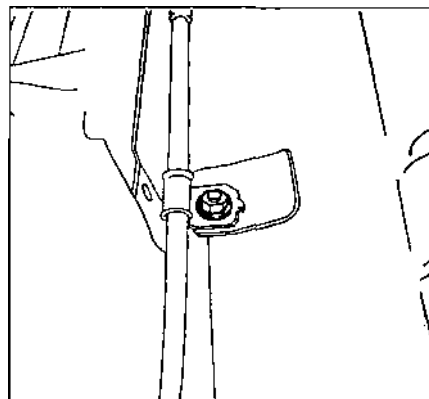

Рис. 7.62.
- освободить задние тросы от креплений к кронштейнам и к днищу кузова автомобиля (рис. 7.62);